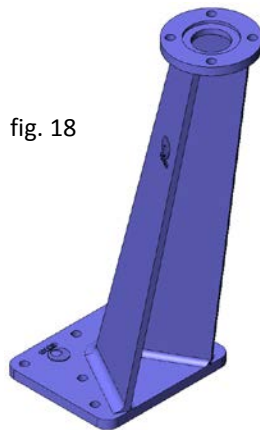

fig. 18
- Colonnes de manœuvre inclinée (fig. 18)